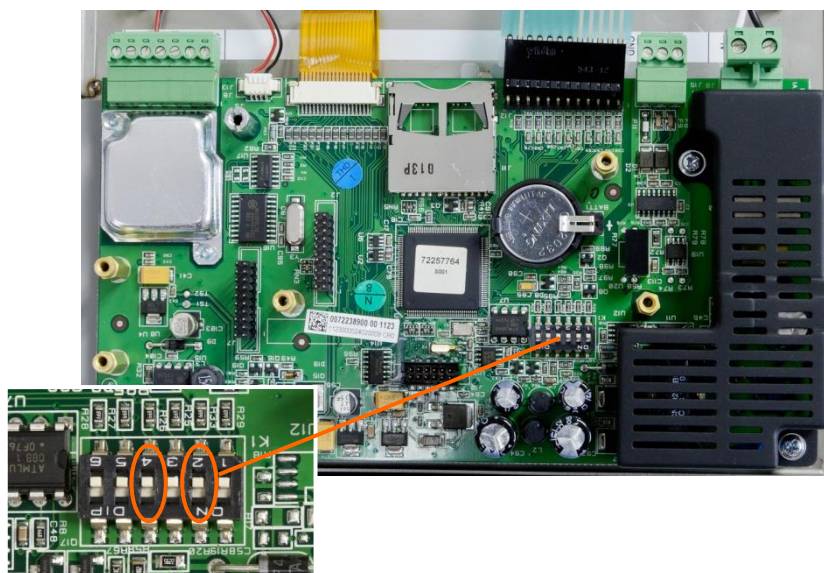

Figura 5-7: Interruptores SW1-2 y SW1-4
- 2 Coloque el interruptor SW1-2 en la posición de encendido como se muestra en la Figura 5-7.
- La posición del SW1-4 (indicada en la Figura 5-7) determina si los datos EEPROM metrológicamente significativos para calibración de la báscula se restablecen cuando se ejecuta un reinicio maestro. El SW1-4 debe colocarse en "ON" para restablecer los datos EEPROM. Si el SW1-4 está apagado, los datos EEPROM **no** serán afectados por el reinicio maestro y la calibración inicial persistirá.